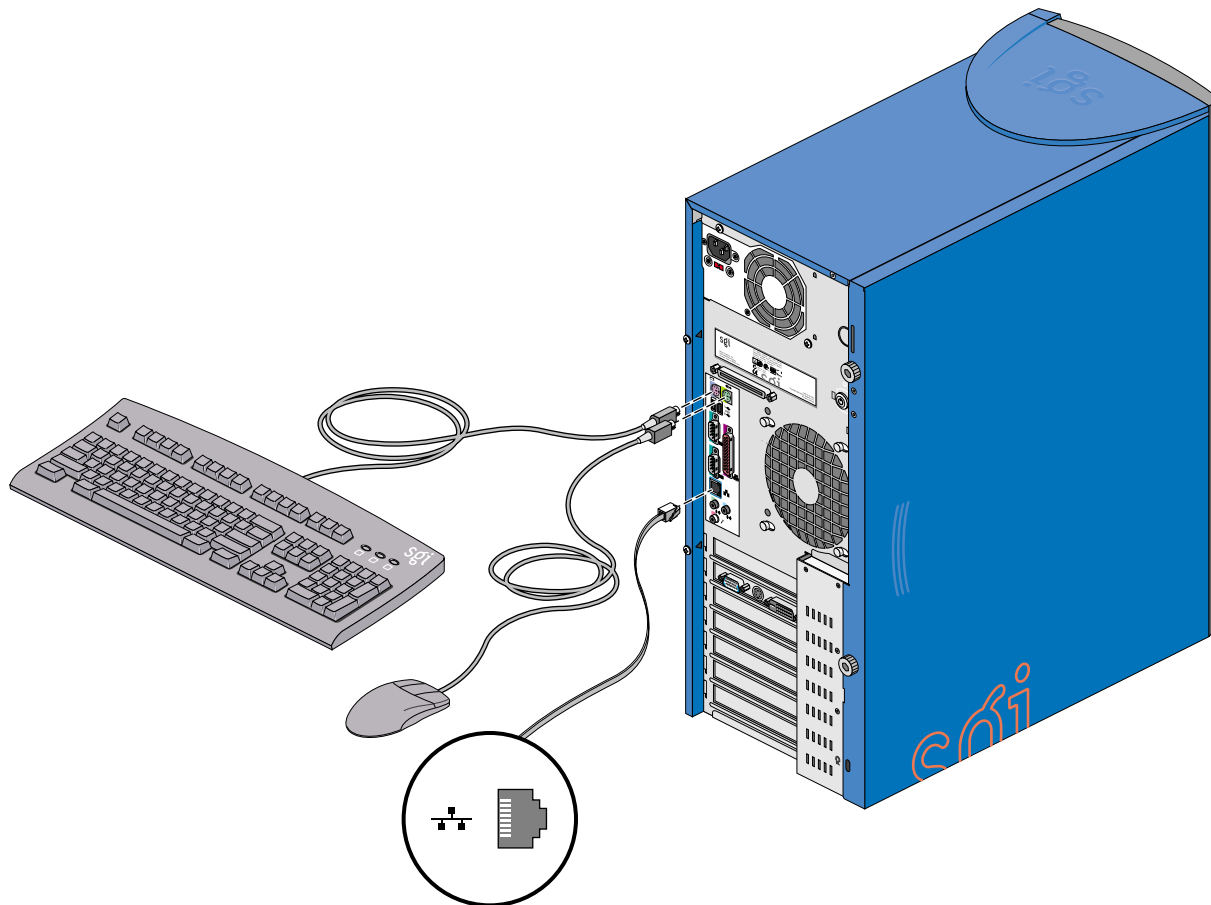

图 1-7 连接键盘、鼠标和以太网电缆
2. 如图 1-7 所示，将键盘和鼠标连接到系统上。
3. 如图 1-7 所示，将以太网电缆连接到系统上。内置以太网端口是供 10-Base-T 或 100-Base-TX 以太网使用的，可以自动切换为适当的速度。